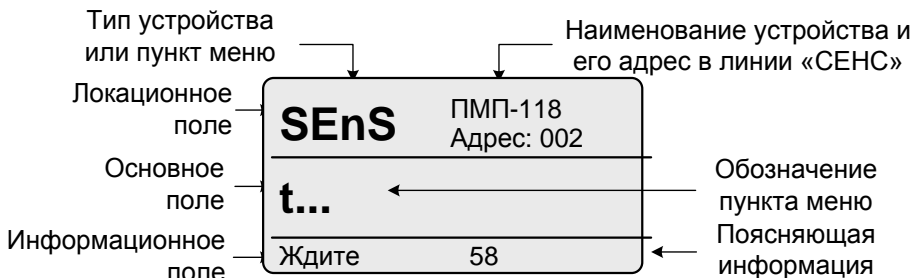

Рисунок 11
3.7.2.5 Если на выполнение операции сохранения (чтения, калибровки и т.д.) требуется более одной секунды, то на табло отобразится «t...» в основном поле, и «Ждите» в информационном поле (рисунок 11). Далее через указанное время (секунды) на табло отобразится результат выполнения операции.